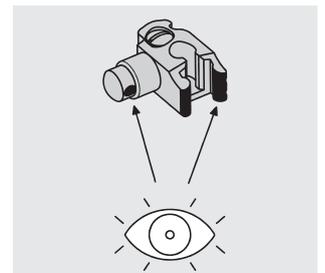

Fig. 9
**Fig. 9:** Importante: Antes de seguir trabajando, es preciso realizar un control visual de la correcta orientación del eje del pasador (la marca sobre la cabeza del eje del pasador deberá estar orientada hacia la abertura de la parte hembra).